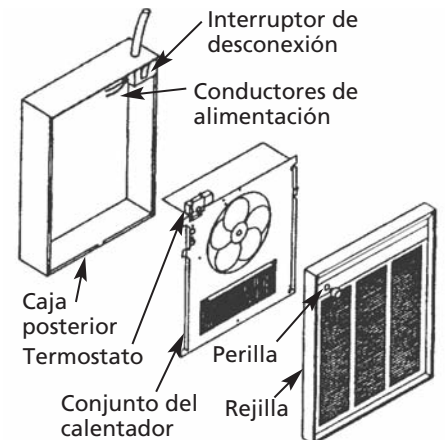

Figura 5
Después de instalar completamente la caja posterior y cuando ya no espere tener más polvo ni tierra de construcción, limpie todos los escombros de la caja posterior, extraiga el conjunto del calentador de su caja de cartón, luego refiérase a la Figura 5 y proceda en la forma siguiente:
2. Desmonte la rejilla (Figura 5, página 4) y ponga el interruptor de desconexión en la posición OFF (Apagado).